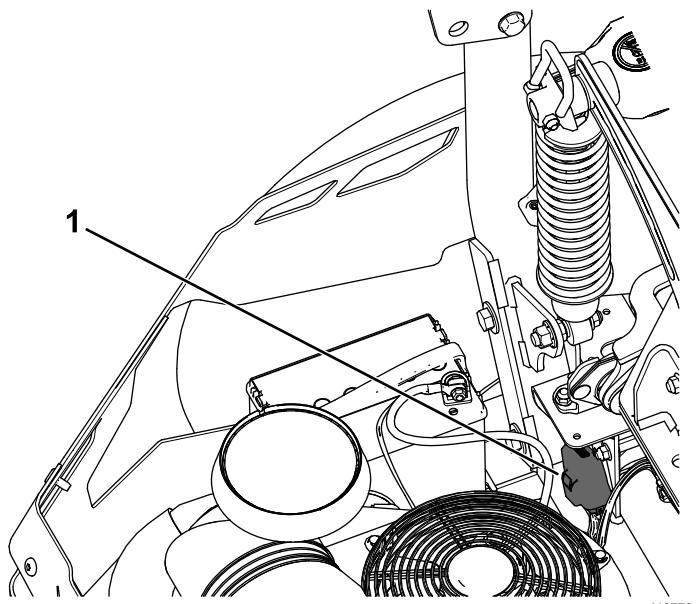

Figura 80
Los fusibles están situados en la parte trasera, cerca del motor (Figura 80).
- Instale un fusible nuevo (Figura 80).